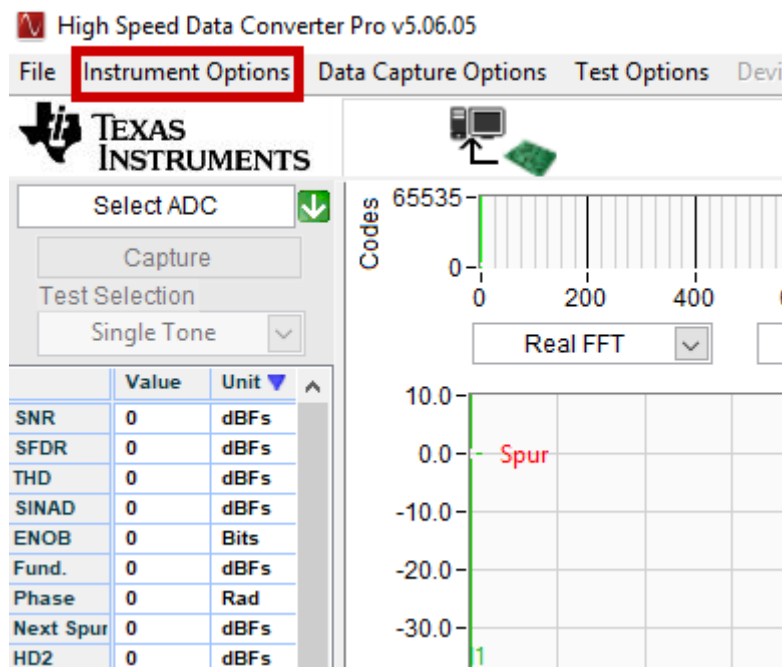

图 4-1. 从 HSDC PRO 连接到 TSW14J56
(1) 对于 TXDAC 的复合正交输出 (I/Q)，奇数为实通道，偶数为虚通道。
- 在 Microsoft® Windows® PC 中，依次转到 “Start” -> “Texas Instruments” -> “High Speed Data Converter Pro”，启动 HSDC PRO 软件。确保按图 4-1 所示正确启动 High-Speed Data Converter Pro。器件建立连接后，记下 TSW14J56 EVM 的 *Serial Numbers* (序列号)。